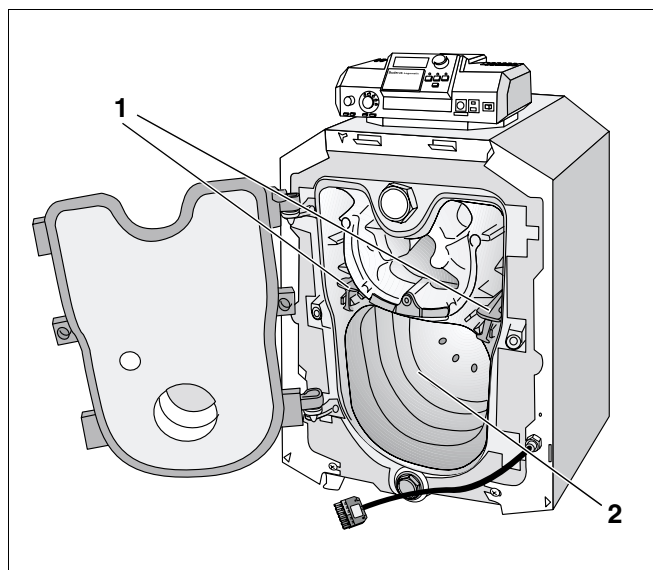

Fig. 38 Rensning af røgslagene
- Tag retarderne ud af røgslagene (fig. 38, **pos. 1**) (se kapitel 11.4.2 "Fjernelse af retarderne" på side 40).